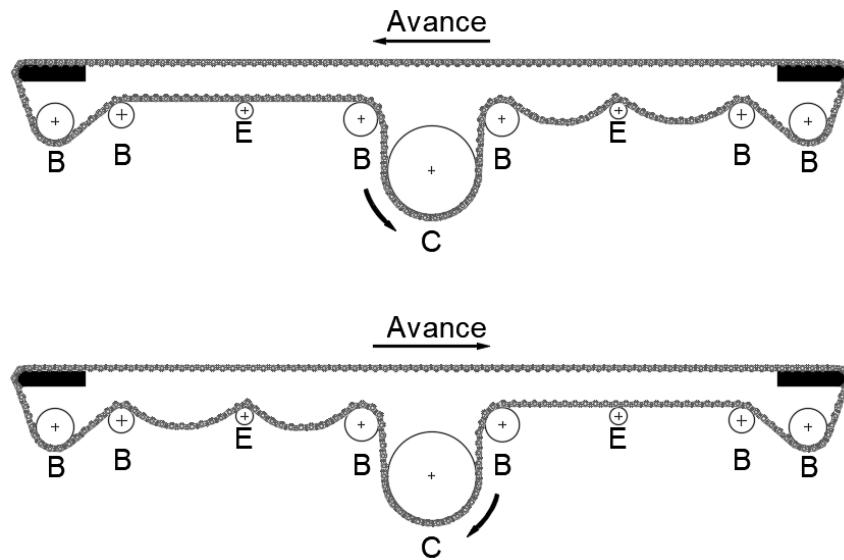

Figura 2. Sentidos de avances para bandas bidireccionales
- A- Ejes Conductidos: Pueden ser rodillos o ejes con piñones. En algunos modelos de paso chico también se pueden utilizar barras frontales, como se puede observar en la figura 2.